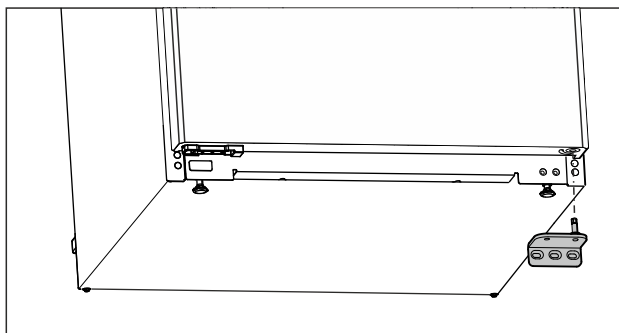

Fig. 15
- Verwijder de lagersteun naar beneden. (zie Fig. 15)